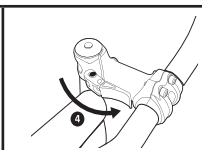

Рис. 36
- 3 | Верните рычаг эксцентрика в исходное сложенное состояние до щелчка (рис. 36).